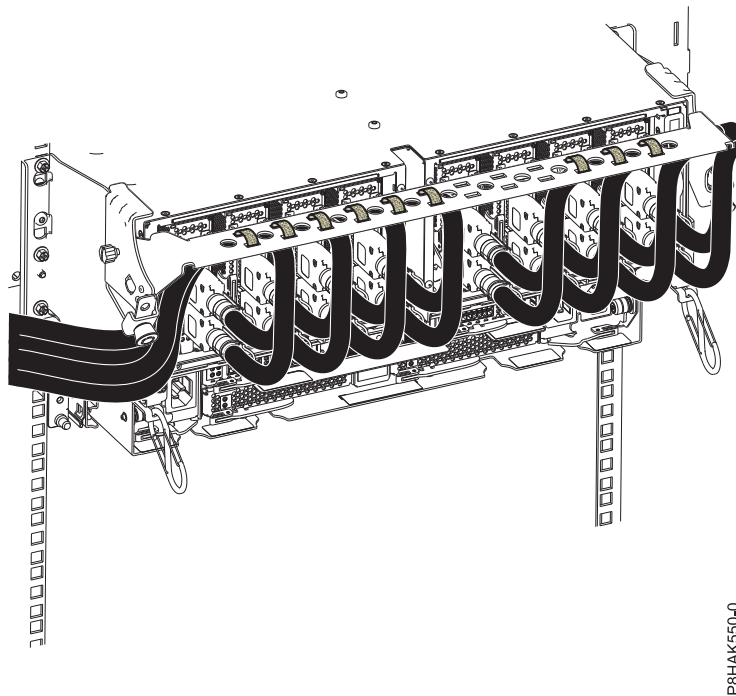

Figura 11. Cómo hacer pasar los cables por la abrazadera portacables
5. Haga pasar el CXP, los cables del cajón de expansión y los cables de entrada/salida (E/S) por la abrazadera portacables. Consulte la Figura 11 en la página 11.
- f. Utilizando cierres de velcro, haga pasar el cable sobrante y la fibra del cable por la abrazadera, tal como se muestra en la Figura 11 en la página 11.